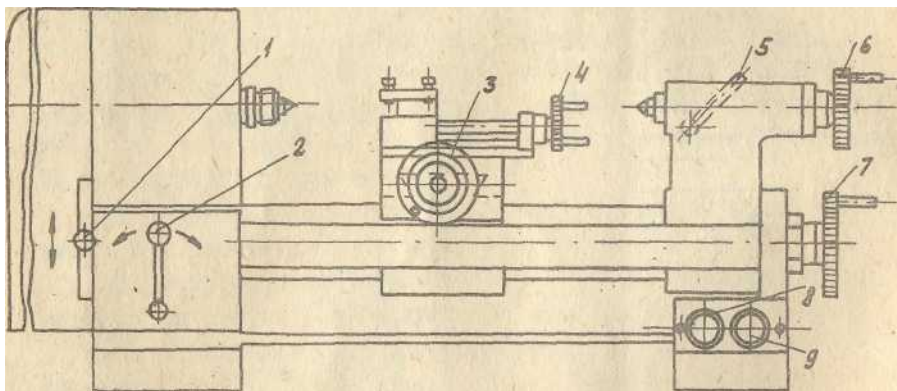

Рис.6. Расположение органов управления:
**2. При реверсировании** электродвигателя рукоятку 2 (см. рис. 6) следует оставить в нейтральном положении на время не менее, чем 0,5 сек.
На рис.6 показано расположение органов управления станком.